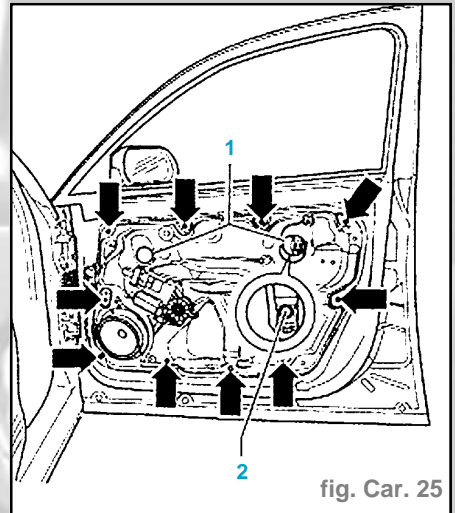
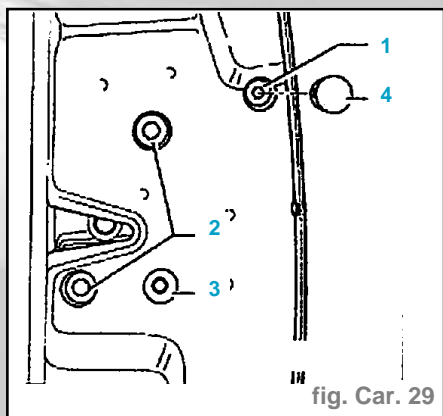

fig. Car. 25
fig. Car. 29
- Retirer les capuchons en faisant levier (1) (fig. Car. 25).
- Desserrer les vis (2) et écarter les mâchoires de calage (fig. Car. 25).
- Retirer le capuchon -4- en faisant levier (fig. Car. 29).
- Dévisser les vis (2). Couple de serrage 2 daN.m.
- Dévisser les vis (flèches). Décoller le haut de la platine de la porte, soulever la platine et l'extraire de la porte en direction des charnières de porte (fig. Car. 25).
- Retirer les capuchons (1) en faisant levier (fig. Car. 25).
- Desserrer les vis (2) et écarter les mâchoires de calage.
- Dévisser les vis (2). Couple de serrage 2 daN.m (fig. Car. 29).